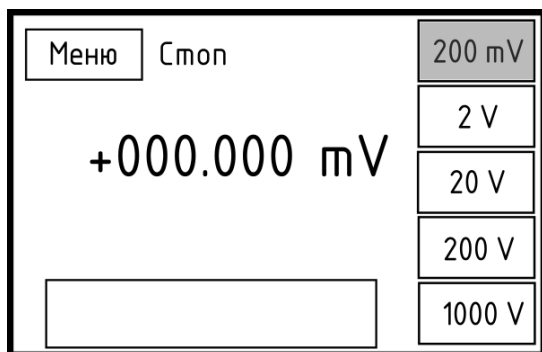

Рисунок 3.1 – Режим воспроизведения напряжения постоянного тока
3.1.3 При включении питания калибратора на дисплее будет отображен загрузочный логотип ОАО «МНИПИ» и номер версии встроенного ПО, затем установиться (по умолчанию) режим воспроизведения напряжения постоянного тока (рисунок 3.1).
3.3.1 Режим воспроизведения напряжения постоянного тока является режимом по умолчанию (рисунок 3.1). Для установления режима воспроизведения напряжения постоянного тока после других режимов работы необходимо последовательно нажать сенсорные клавиши «Меню» и «U» на дисплее. Далее необходимо: